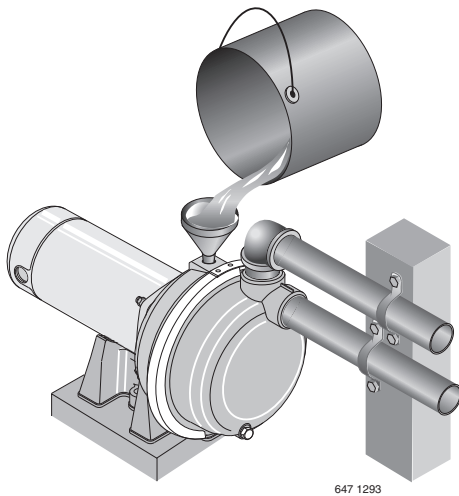

Figure 5: Remplir la pompe avant de commencer
- 3 ° Remplir d'eau la pompe et le tuyau d'aspiration (Figure 5).